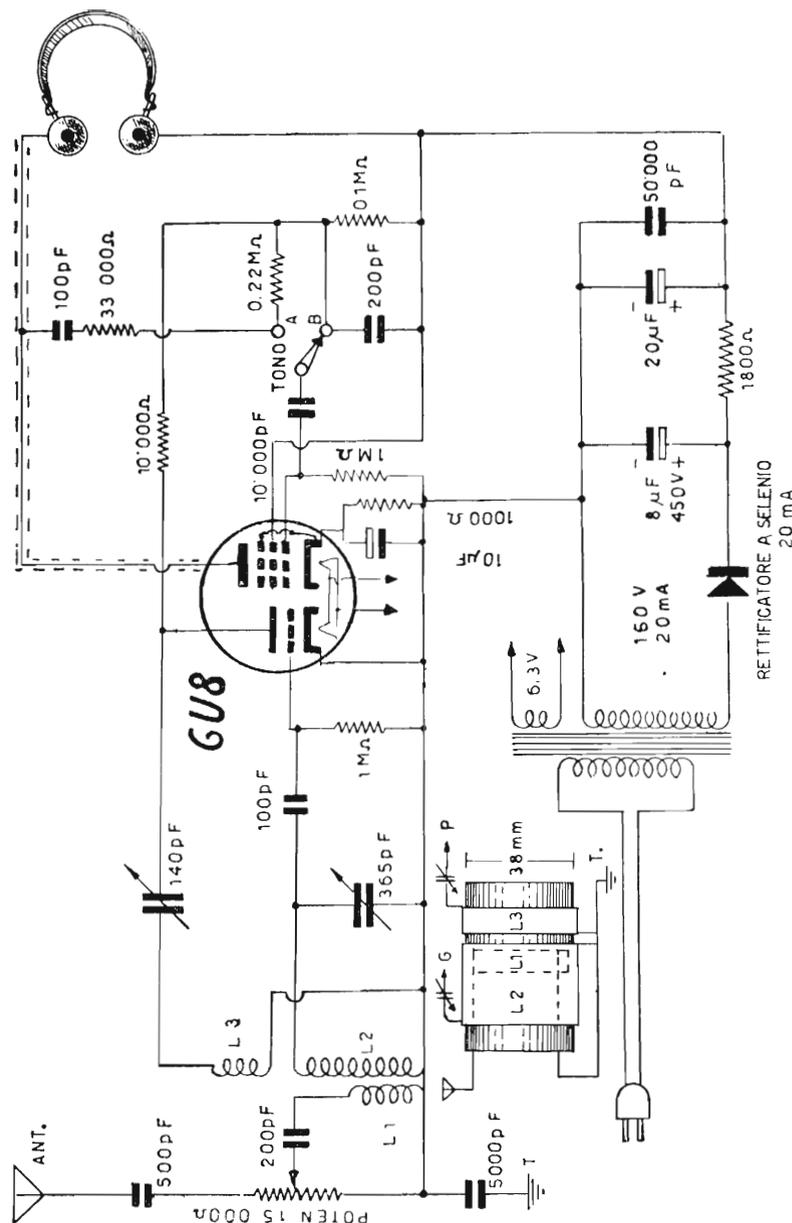

Fig. 13.53. — Piccolo ricevitore a valvola doppia e trasformatore di alimentazione.
*Apparecchio con 6U8.* — La 6U8 può funzionare da rivelatrice in reazione e da amplificatrice BF a resistenza-capacità utilizzando lo schema di fig. 13.53. All'entrata vi è una resistenza variabile di 15.000 ohm, per il controllo di volume; non è strettamente necessaria e può venir elimi-